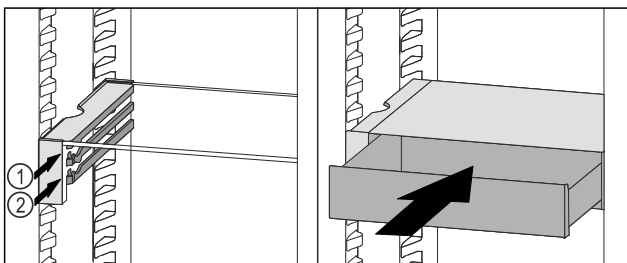

Fig. 86
- ▶ VarioSafe-lade achter de stoppers op de gewenste rib Fig. 86 (1) of Fig. 86 (2) plaatsen.